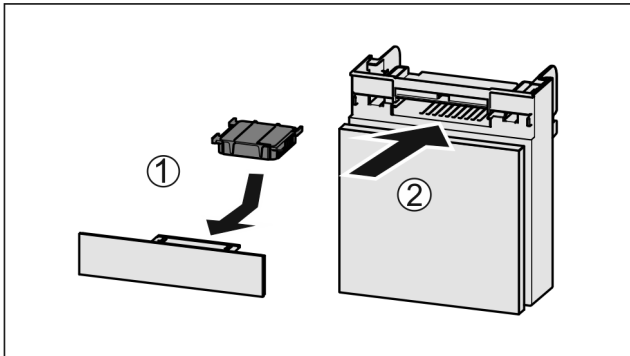

Fig. 92
- ▶ Actiefkoolfilter overeenkomstig afbeelding aanbrengen Fig. 92 (1).
- ▶ Lade erin schuiven Fig. 92 (2).